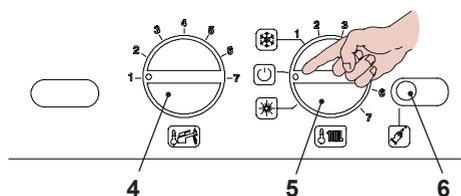

Fig. 8.13
- Per uscire dalla programmazione posizionare il selettore di funzione 5 in "U" (Fig. 8.13), oppure togliere alimentazione elettrica alla caldaia.